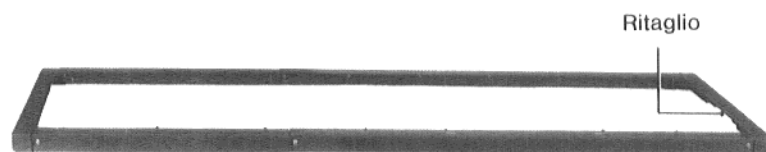

Fig. 23
**Telaio portamantello:** avvitarlo nelle sue componenti e posarlo sulle mensole livellate. (Ritaglio verso il retro caldaia – Fig. 23). Adattare le mensole intermedie in altezza, fissarle alla caldaia.